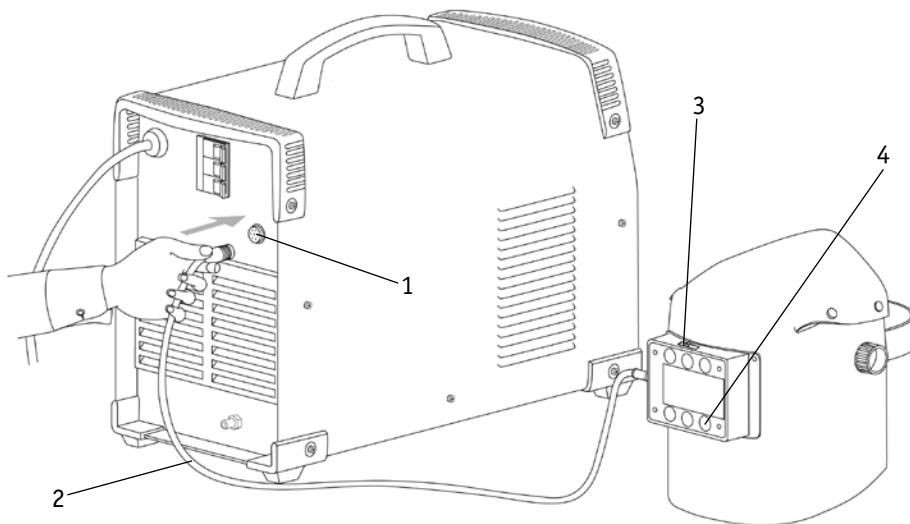

Рис. 9.2. Схема подключения сварочной маски.
- 2.** Подключите сварочную маску для TIG COLD к сварочному аппарату. Разъём для подключения маски находится на задней панели аппарата (См. рис. 9.2).